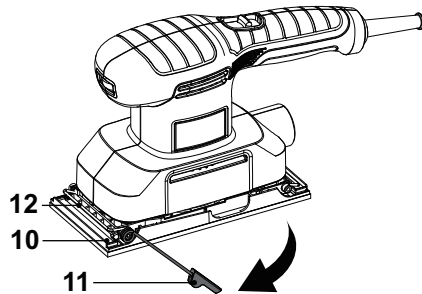

Fig. 4
- > Poussez le levier de serrage (11) vers le bas le long de la semelle (10) pour ouvrir la pince de serrage (12) (Fig. 4).